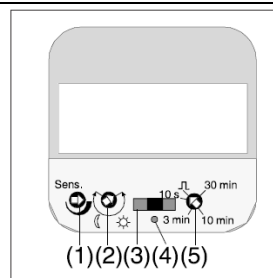

Bild 23
Dazu wird das Potentiometer (5) auf Zeichen (Endanschlag) eingestellt (Bild 23).